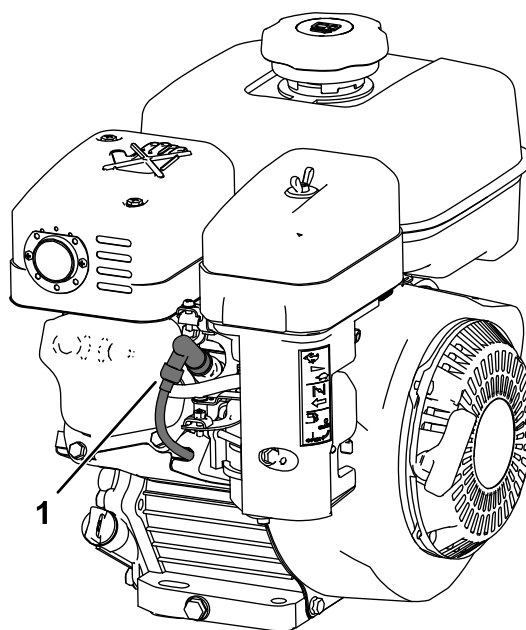

Figura 11
5. Scollegate il cappello dalla candela (Figura 11).